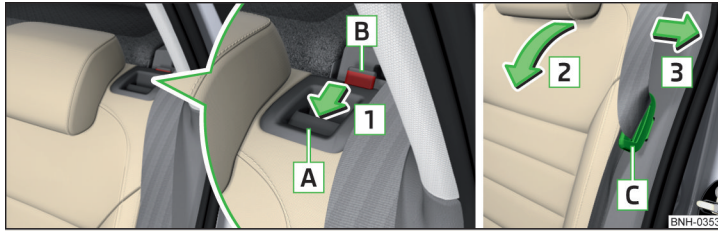

Abb. 64 Sitzlehne vorklappen / Sicherheitsgurt zur Seitenverkleidung ziehen und die Bereitschaftsstellung des Sicherheitsgurts
- › Die Schliessung **C** des Sicherheitsgurts in die Öffnung in der Seitenverkleidung stecken - Bereitschaftsstellung » Abb. 64.
- › Die Schliessungen **C** der äußeren Sicherheitsgurte in die Öffnungen in der Seitenverkleidung stecken - Bereitschaftsstellung » Abb. 64.
- › Den hinteren äußeren Sicherheitsgurt zur Seitenverkleidung in Pfeilrichtung **3** ziehen » Abb. 64.